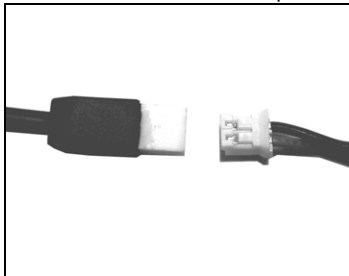

Fig. 14
- Brancher le câble de la batterie (Rouge+Noir) au connecteur présent sur le système de câblage (Fig. 14).